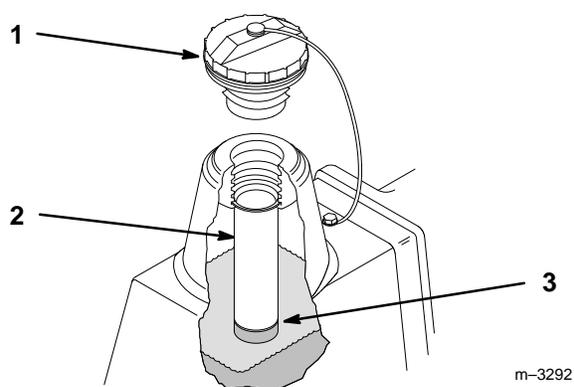

Abbildung 43
2. Den Bereich um den Einfüllstutzen des Hydrauliköltanks herum reinigen (Abb. 43).
3. Den Verschuß vom Einfüllstutzen abnehmen und in den Stutzen sehen, um den Flüssigkeitsstand zu kontrollieren. Der Flüssigkeitsstand sollte über dem unteren Rand des Siebs liegen (Abb. 43).
4. Bei zu niedrigem Flüssigkeitsstand Öl nachfüllen, um den Pegel über den unteren Rand des Siebs zu bringen (Abb. 43).